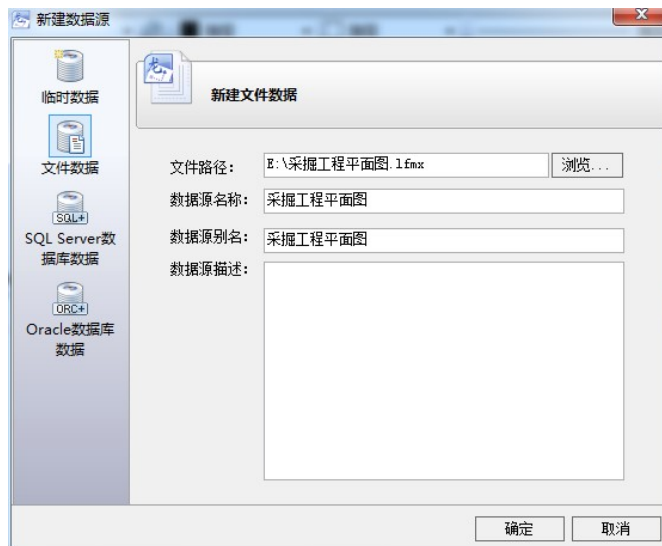

图 1-24 新建文件数据
(2) 当选择【文件数据】时，如图 1-24 所示。根据对话框中提示分别设置文件路径、数据源名称、数据源别名及数据源描述，点击【确定】即可在绘图窗口中根据【数据源名称】创建新的文档，并自动保存在相应的文件路径位置。